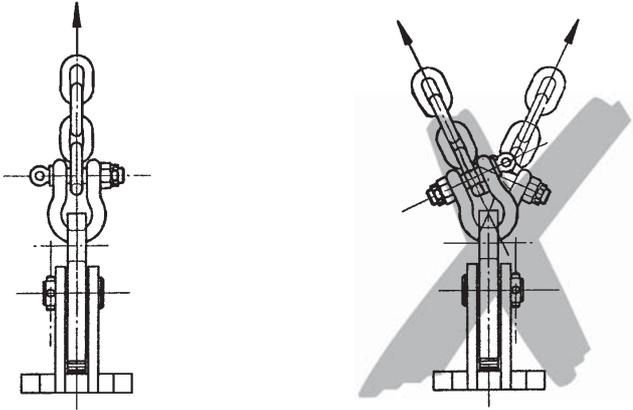

Fig. 1
- Die Belastung des Lastaufnahmemittels mit seitlichen Zugkräften ist verboten (Fig. 1).